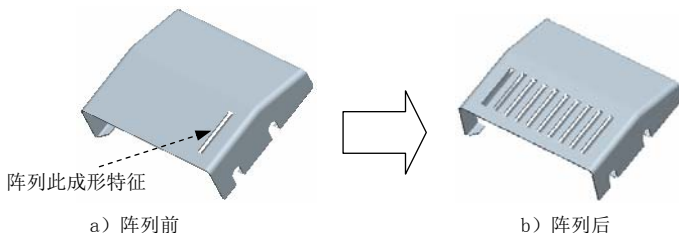

图 11.6.52 阵列特征 1
Step21. 创建图 11.6.52 所示的阵列特征 1。